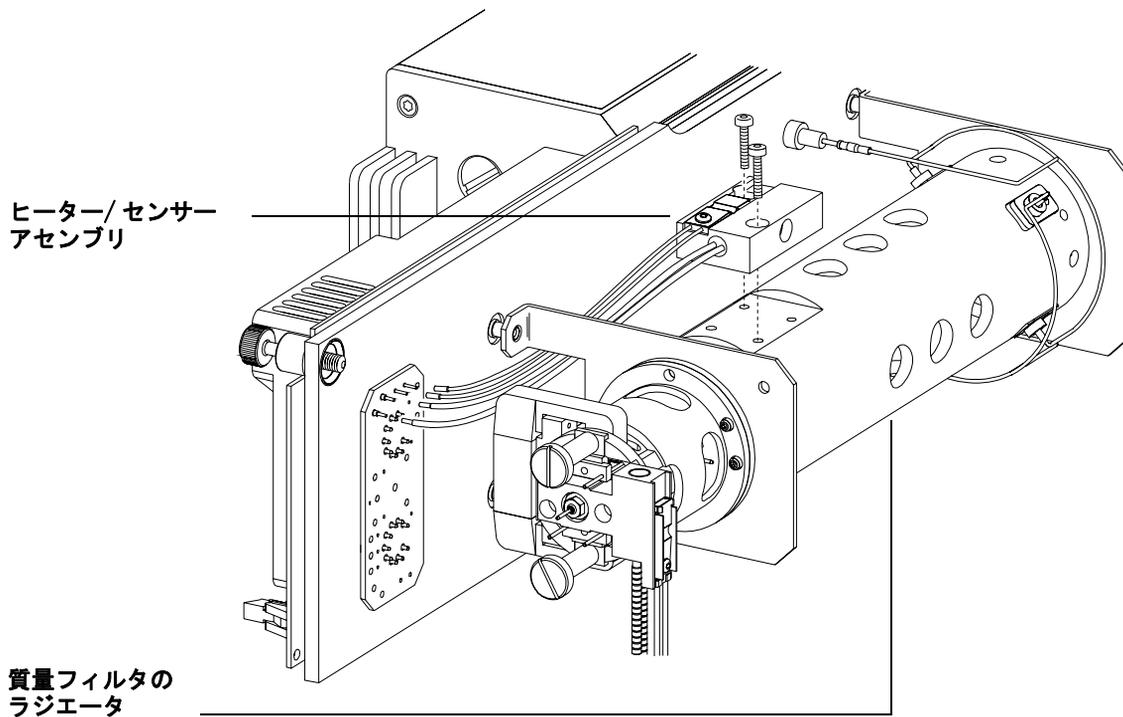

図 41 質量フィルタヒーターとセンサー
- 1 新しい質量フィルタヒーターアセンブリの梱包を解きます (図 41)。ヒーター、温度センサー、ヒーター部分は既に組み立てられています。